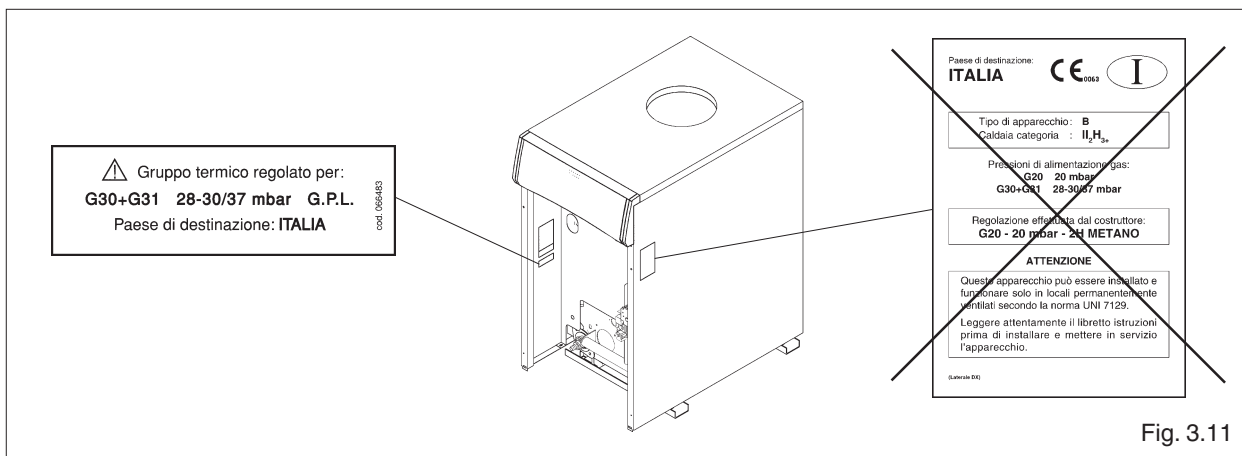

Fig. 3.11
- Applicare la targhetta (GPL), fornita a corredo della caldaia, nella parte interna della mantellatura (fig. 3.11)
- Togliere le targhette per METANO (G20) presenti all'esterno e all'interno della mantellatura (fig. 3.11).